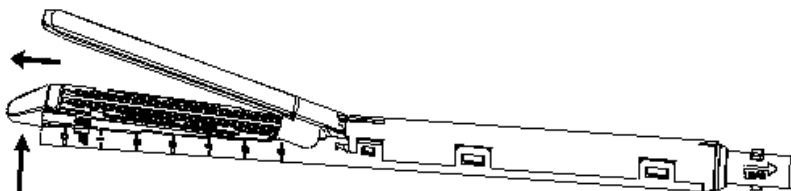

Fig.4-3
4.2 Descarregue o cartucho da carga de uso único (consulte a Fig.4-3)